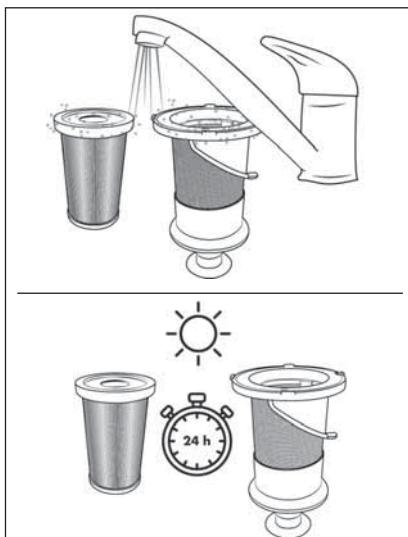

Abb. 20
- 5) Spülen Sie den HEPA-Filter **4** und den EdelstahlfILTER **5** unter kaltem oder lauwarmem Wasser aus. Lassen Sie den HEPA-Filter **4** und den EdelstahlfILTER **5** vollständig an der Luft trocknen, bevor Sie sie wieder in den Staubbehälter **6** einsetzen (siehe Abb. 20).